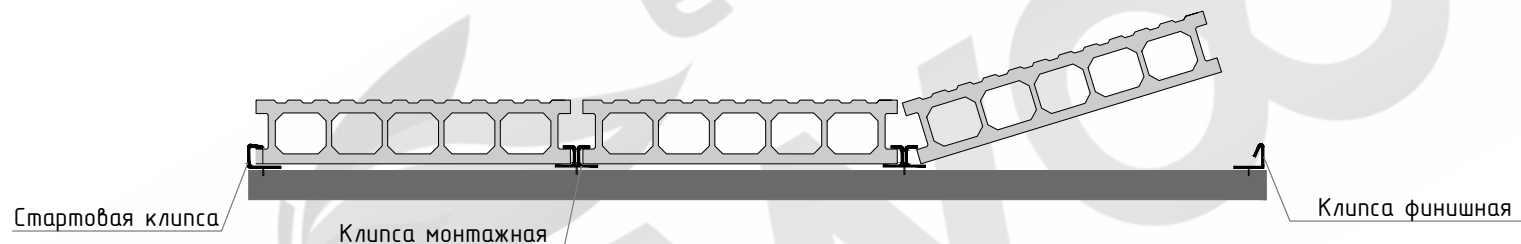
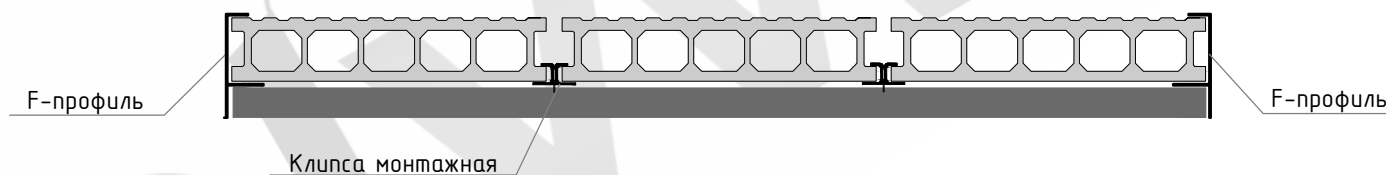

Рис. 2 Применение стартовых и конечных клипс POLYWOOD
Рис. 3 Применение F-профиля
- Стартовую доску устанавливают с помощью стартовой клипсы (рис. 2) или F-профиля, который закрепляют саморезом из нержавеющей стали к лаге на расстоянии от торца лаги не менее 5 мм (рис. 3);